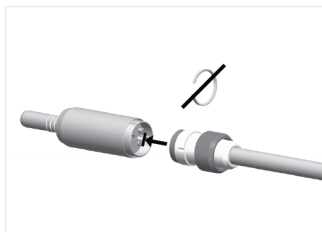

ABB. 2
2. Verbinden Sie den Motor (ohne den Spaltring) mit dem proprietären Schlauch wie in **ABB. 2** dargestellt.